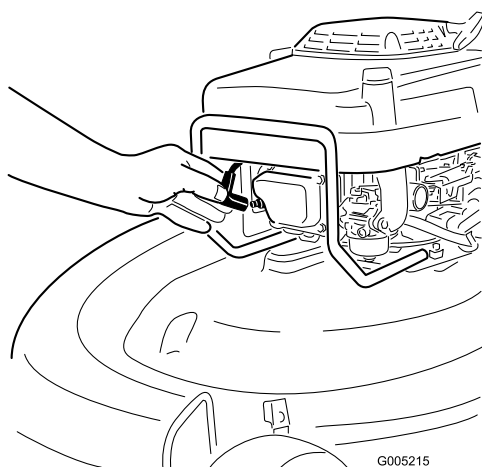

Figure 10
1. Branchez la bougie (Figure 10).